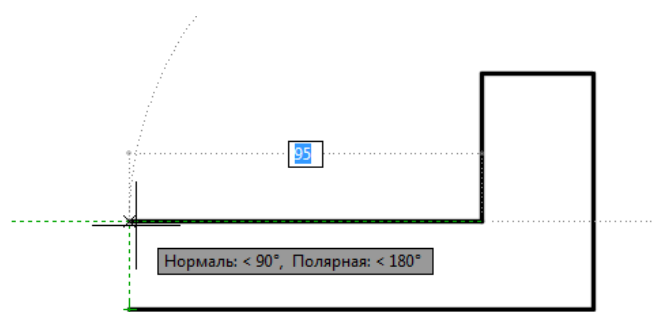

Рис. 4.3
2. На слое **Контур** вычертить часть внешнего контура вида спереди с использованием команды **ПОЛИЛИНИЯ** и режима полярного отслеживания (угол 90°) (рис. 4.3, 4.4).